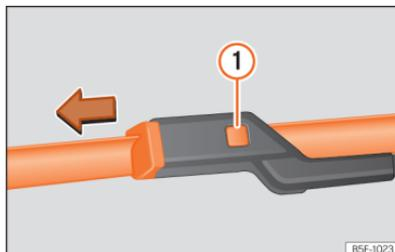

Abb. 221 Scheibenwischerblätter vorne auswechseln.
- Die Entriegelungstaste »» (Abb. 221) ① gedrückt halten und gleichzeitig das Scheibenwischerblatt vorsichtig in Pfeilrichtung abziehen.